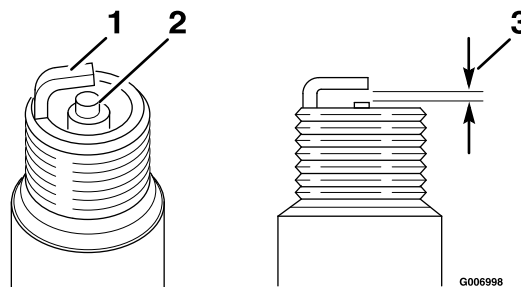

Рисунок 21
5. Установите в свече зазор, равный 0,76 мм; см. Рисунок 21.